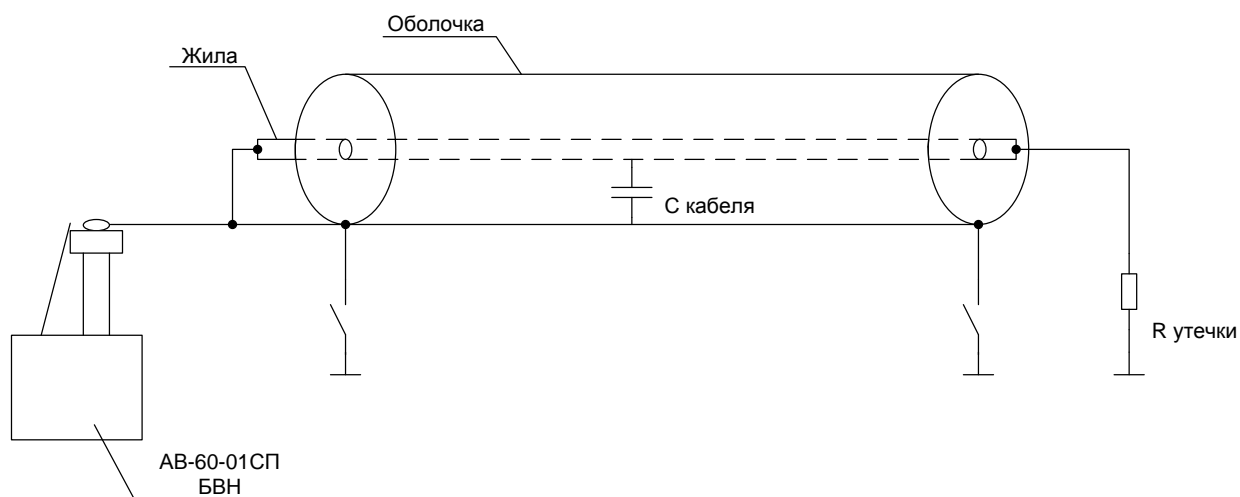

Рис.12.
Для проведения испытания оболочки кабеля из сшитого полиэтилена, необходимо отключить оболочку кабеля от контура заземления с обеих сторон кабеля. Жилу испытываемого кабеля, необходимо соединить с оболочкой этого кабеля (см. рис.12)
7.3.1. Выполнить п.7.1. Подключить объект испытаний в соответствии с рис. 12.